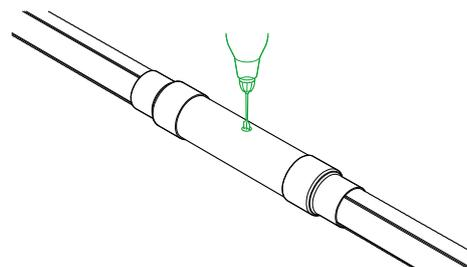

Рис. 4.8.10
10. Перьевым сверлом ( $D=20$  мм) просверлить отверстие для заливки пенополиуретана (рис. 4.8.10).